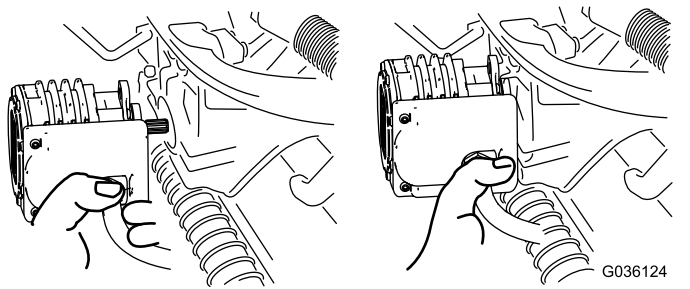

図 74
5. 外したモータは、サスペンションアームの前端にある一時保管位置にセットしておく 図 74。